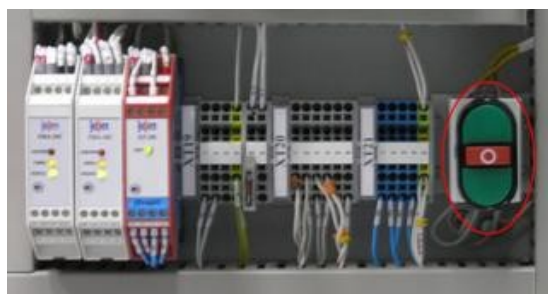

Рис.42. Вид пульта на стенде
10. При помощи пульта расположенного на учебном лабораторном стенде (рис.42) проверьте правильность работы программы и ФБ. При правильной работе, реакция на кратковременное включение нижнего тумблера - откачка из емкости, на средний – сброс, верхний – набор в емкость.